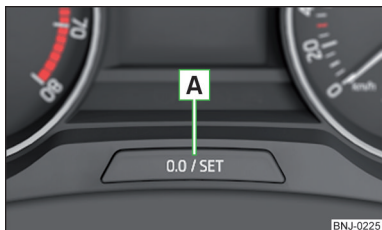

Fig. 26
► Toccare il tasto **A** » fig. 26 a pag. 32.
- Premere e tenere premuto il tasto **A** » fig. 26 sino a quando sul display sarà visualizzata la voce di menu **Orologio**.